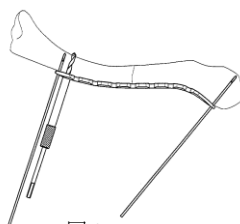

図4
- 5) 2.5ドリルガイド (M4.5) をプレート最近位ホールに設置し、2.5ドリルでドリル先端が反対側皮質から2mm程突出するまでドリリングします。 (図4)